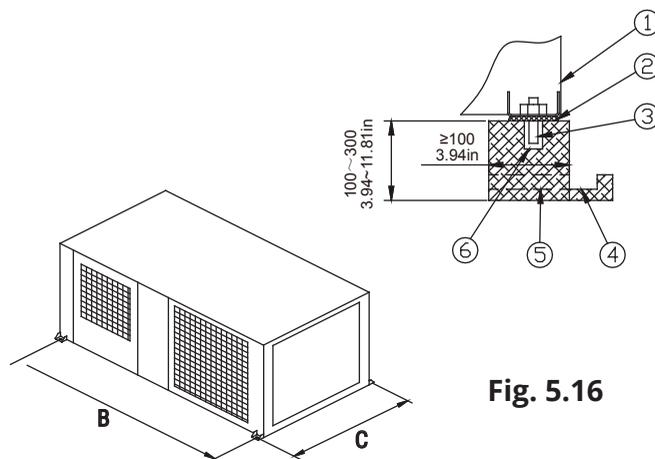

Fig. 5.16
- Construisez des fondations en béton conformément aux spécifications des unités extérieures. (Reportez-vous à la **Fig. 5-16** à la page suivante)